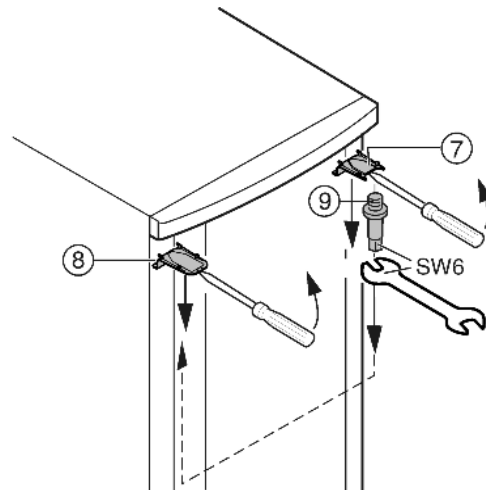

Fig. 6
- ▶ Верхнюю крышку *Fig. 6 (7)* и крышку *Fig. 6 (8)* с помощью отвертки выведите вперед из фиксатора и снимите, наклоня вниз.
- ▶ Выкрутите опорный палец *Fig. 6 (9)* и вкрутите на противоположной стороне (с моментом 4 Нм).
- ▶ Снова установите крышку *Fig. 6 (7)* на стороне опорного пальца: насадите сзади, защелкните спереди.
- ▶ Установите крышку *Fig. 6 (8)* на противоположной стороне: насадите сзади, защелкните спереди.
- ▶ Подвесьте верхнюю часть двери на опорный палец *Fig. 6 (9)*.